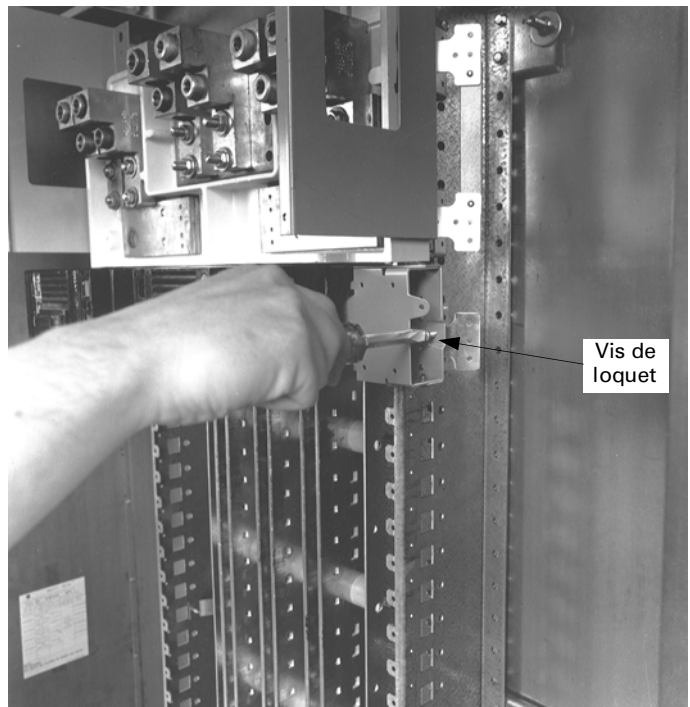

Figure 6. Installation du module de disjoncteur.
5. Installer le module. Enclencher un côté du module du disjoncteur. Relâcher le loquet de rail. Faire pivoter le module sur les barres omnibus et engager le second loquet. Relâcher le loquet de rail. Serrer les vis de loquet de rail à 25 lb.-po., comme montré à la Figure 6.